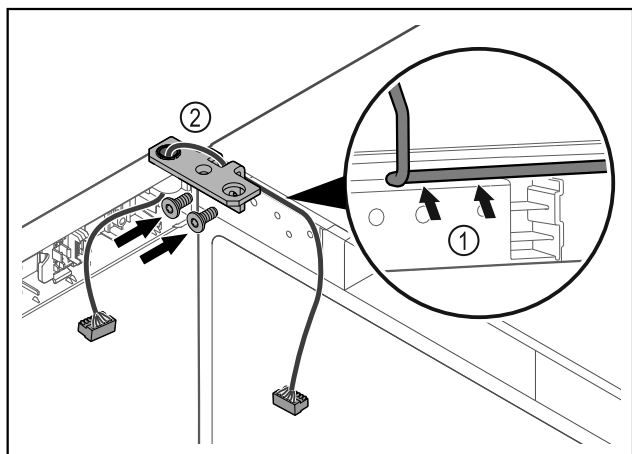

Fig. 47
- Ved'te kabel skrz vybrání úhelníku závěsu a opatrně jej položte Fig. 47 (1).
- Našroubujte úhelník závěsu Fig. 47 (2).